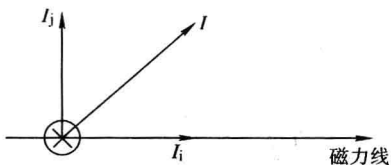

图 1-4 电流的分解
1) 用左手定则判别受力方向。可将载流导体电流方向分解成垂直于磁力线与平行于磁力线的两个分量，再用左手定则，如图1-4所示。
由图 1-4 中受力方向的判别可知：判别受力方向时，关键应找到载流导体与磁力线组成的平面。如果无法组成平面，则不受力。
在图 1-4 中找到由 I 和磁力线构成的平面后，作垂线即可。但平面的垂线有两个方向，究竟哪一个呢？这时可用右手螺旋定则判别，如图 1-5 所示。